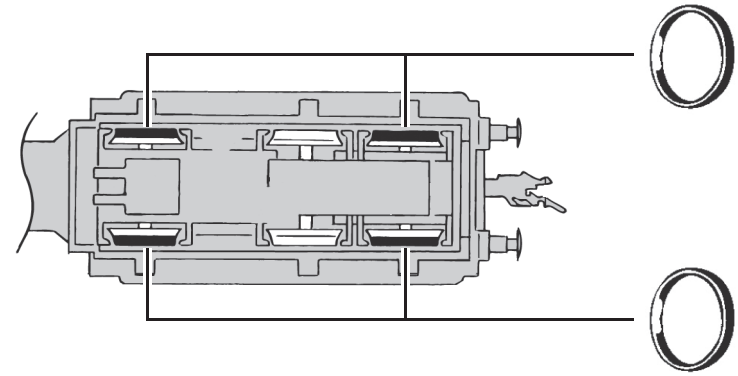

Fig. 9
4. Motorwechsel: Tendergehäuse abnehmen (Fig. 4). Dazu Tendergehäuse seitlich aufspreizen und nach oben abziehen. Danach wird der **Motor ausgebaut** (Fig. 9).
4. Motor Changing: First remove tender body (fig. 4). Pull out the sides of the body a little and pull upwards and then remove the motor (fig. 9).
4. Remplacement du moteur: Démontez la caisse du tender (voir fig. 4). Pour cela il faut écarter légèrement les parois et soulever la carrosserie. Sortez ensuite le moteur de son logement (voir fig. 9).